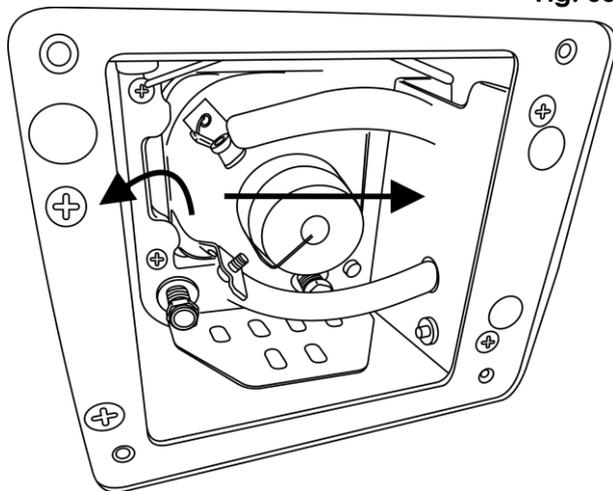

Fig. 07
- 08) Poussez la lampe vers la droite et engagez son côté gauche en position (fig. 07).